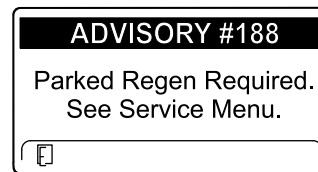

Bild 54
- Eine geparkte Regenerierung ist erforderlich, ADVISORY #188 (Bild 54)